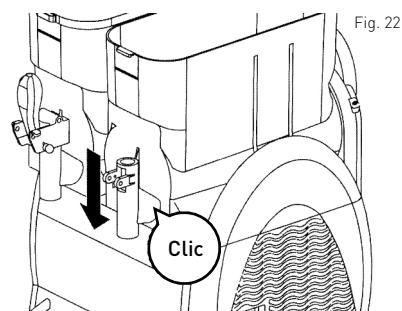

Fig. 22
- Spingere delicatamente il recipiente per impostare la posizione corretta (Vedi: Fig. 22).